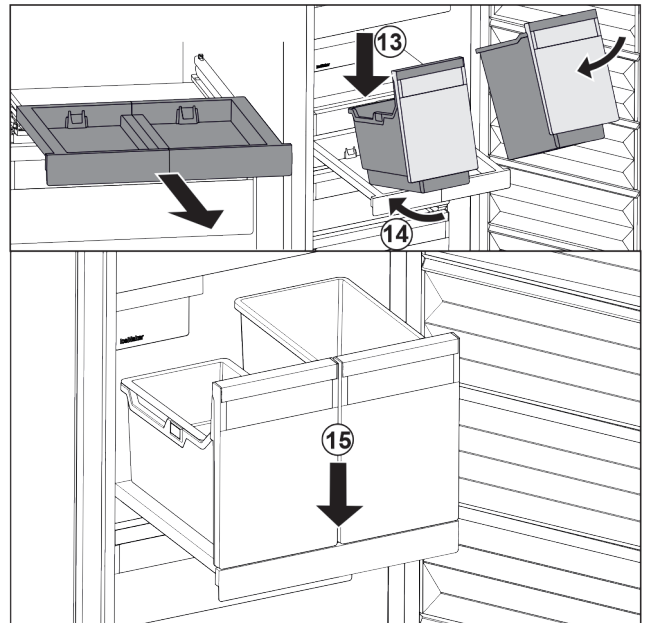

Fig. 34
- ▶ Posodo položite na izvlečno polico v poševnem položaju. Fig. 34 (13)
- ▶ Posodo potisnite v poševnem položaju proti zadnji strani. Fig. 34 (14)
- ▶ Posodo odložite spredaj. Fig. 34 (15)